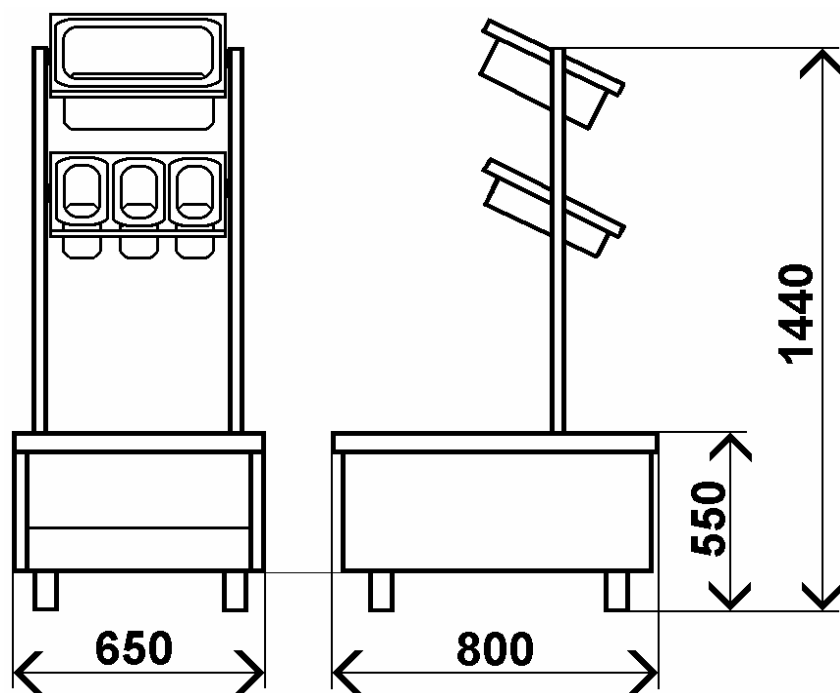

Рис.1
1.3 Общий вид прилавка показан на рис.1.